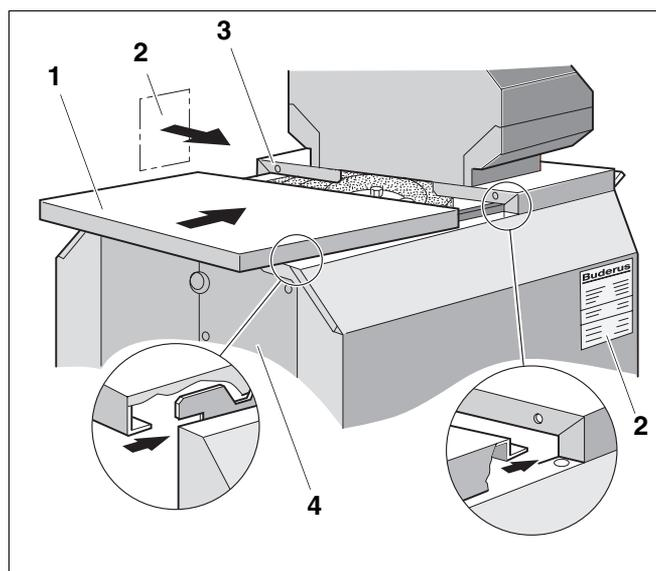

Abb. 37 Hintere Kesselhaube montieren
- Hintere Kesselhaube (Abb. 37, **Pos. 1**) in Pfeilrichtung unter die vordere Kesselhaube (Abb. 37, **Pos. 3**) schieben.
- Typenschild (Abb. 37, **Pos. 2**) gut sichtbar am Heizkessel ankleben.